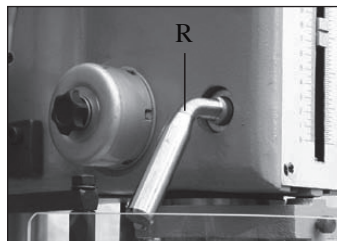

Fig. 7
1. Drej blot pinolens låsehåndtag (R, fig. 7), indtil det er spændt.